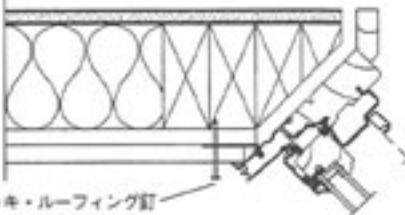

図8
9.ユニットが垂直、水平になったら、クラッドユニットの場合はネイルフィンに、ウッドユニットは外部ケーシングから、上部コーナー近くに釘を打ちます。この時、釘は仮留めとし、まだ最後までは打ち込まないでください(図8)。ブラケット(※)を使用する場合は、まず室内側の上部コーナーに#8の1-1/2インチの平頭木ねじを打ってください(図8)。